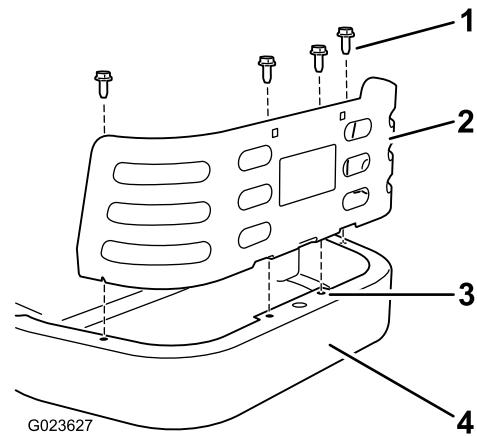

Bild 10
3. Befestigen Sie den Motorschutz am Rahmen hinter dem Motor (Bild 10). Fluchten Sie die Löcher in den Laschen am Schutzblech mit den vorhandenen Löchern im Hinterrahmen aus.
4. Befestigen Sie die Schutzvorrichtung mit vier Blechschrauben (5/16" x 3/4") am Rahmen, wie in Bild 10 dargestellt.